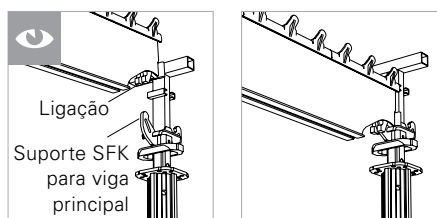

Fig. A9.09
- A viga principal está centrada no suporte dos cabeçais? A ligação da viga principal cobre o suporte dos cabeçais? (Fig. A9.09)